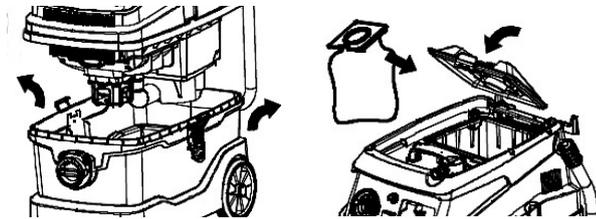

Abb. 18: Filter einsetzen
Schritt 1: Öffnen Sie die beiden Verschlussklappen an der Seite des Saugers und öffnen Sie den Behälter. Setzen Sie den Schmutzbeutel in die obere Öffnung innerhalb des Behälters (Abb.18).